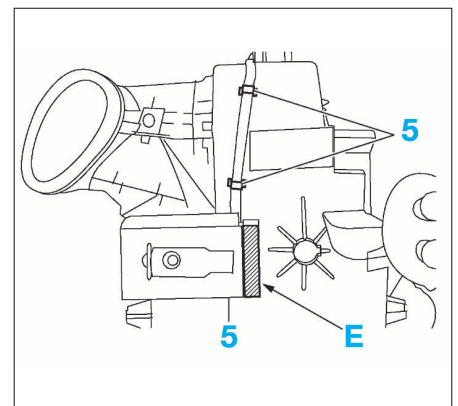

FIG. 22
- Déposer les agrafes (4) autour du bloc chauffage-climatisation.
- Décoller la mousse à l'endroit (E) (Fig.22).